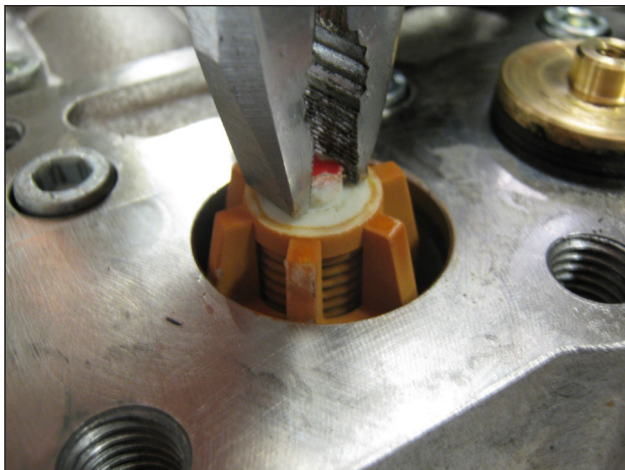

Рис. 18
- извлеките блоки всасывающих и нагнетательных клапанов насосов КТ24-26-28-30-32 - КТР-28-32 - WK155-WK6 и блоки нагнетательных клапанов КТ36-40-WK8 с помощью обычного инструмента, как показано на (Рис. 18);